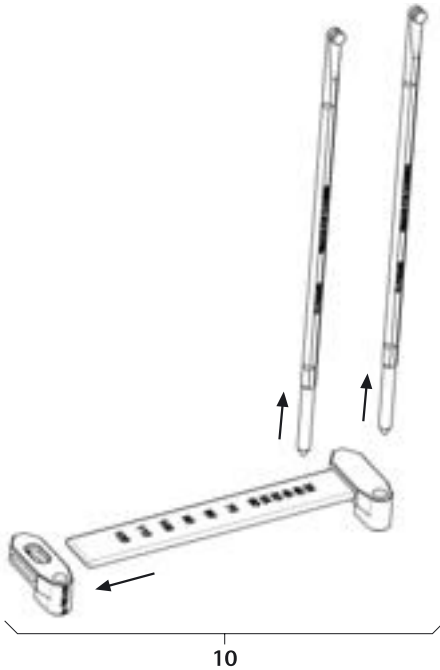

Fig. 5
- Desmontar o medidor do comprimento de barras 10, ver Fig. 5.